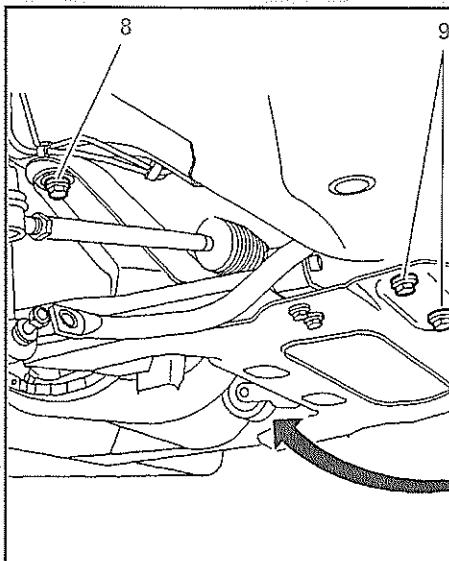

Fig.Dir.14
- Déposer la vis (10) (Fig.Dir.14).
- Desserrer sans déposer les vis (8) (de chaque côté).
- Déposer les vis (9) (de chaque côté).